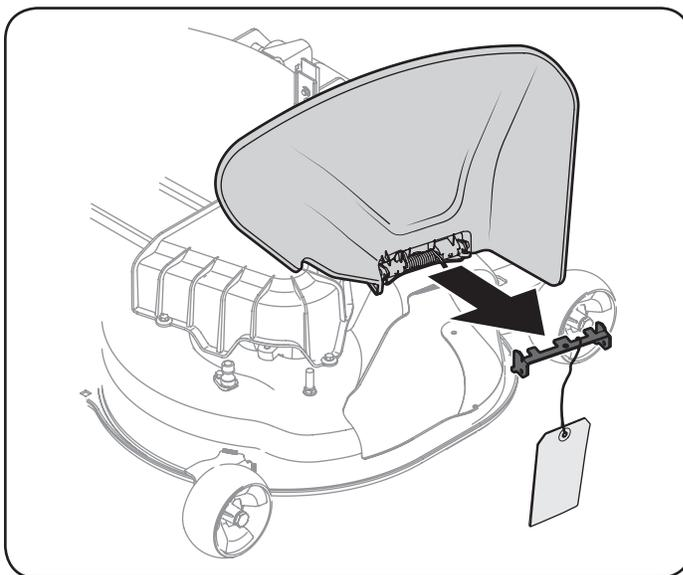

Figure 2
1. Revise el equipo de corte para una traba de seguridad que puedan estar llevando a cabo el deflector del canal alcista para el envío. Si la llave está presente, debe ser removido antes de operar el tractor. Sosteniendo el deflector del canal hacia arriba por completo, quite la traba de seguridad. Baje el deflector del canal y deseche la traba de seguridad. Vea Figure 2.